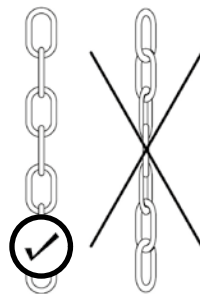

Рисунок 8
- Аварийная ручная цепь ни в коем случае не должна быть перекручена, так как в противном случае могут возникнуть неисправности в работе узла аварийного ручного управления (рис. 8).